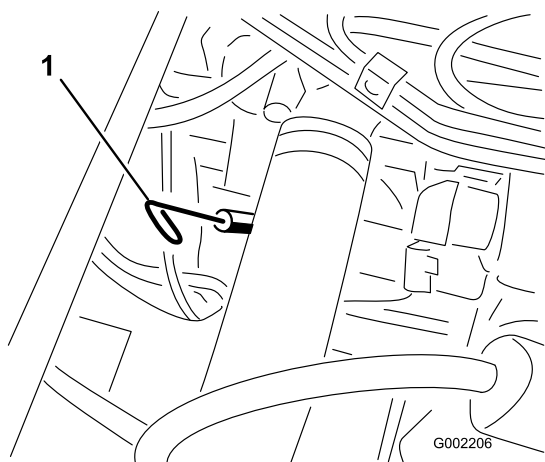

Figura 18
2. Retire a vareta, situada debaixo do banco do passageiro e limpe-a com um pano limpo (Figura 18). Volte a colocar a vareta no tubo e verifique se está completamente introduzida. Retire a vareta e verifique o nível de óleo.